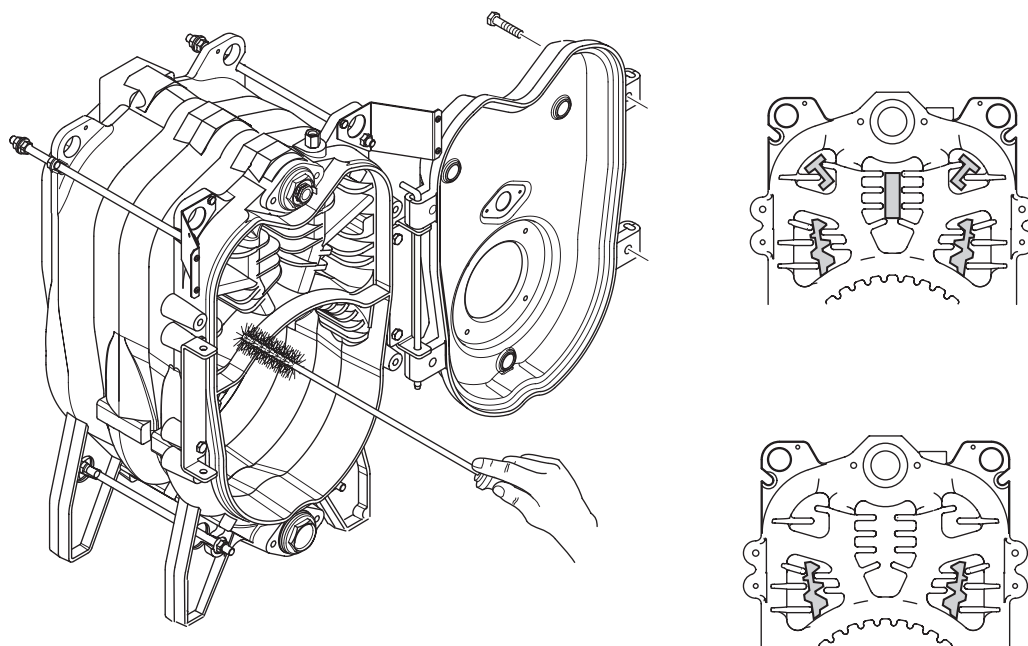

Abb. 7
3.3.1 Seite Rauch Heizkessel (Abb. 7)